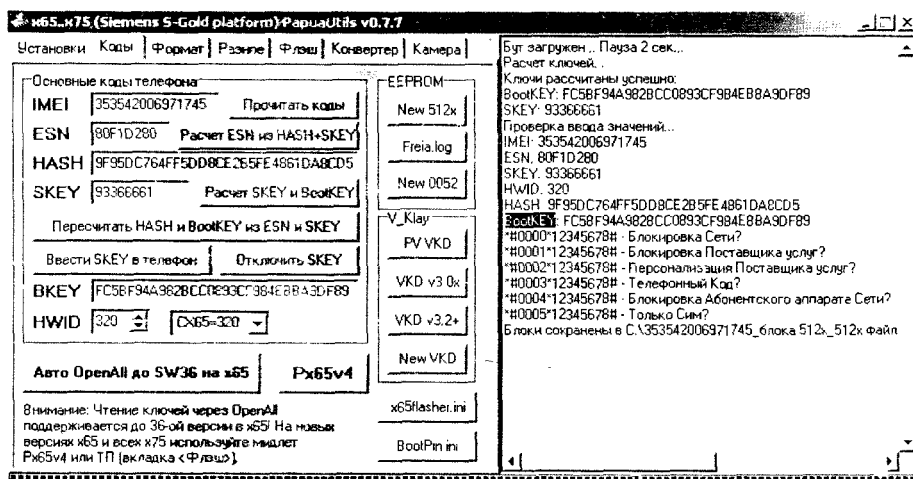

Рис. 1.2.10. Регенерация блоков 512x
8. По окончании считывания ESN и HASH переходят на вкладку «Коды» и нажимают кнопку «Расчет SKEY и BootKEY» (рис. 1.2.10).